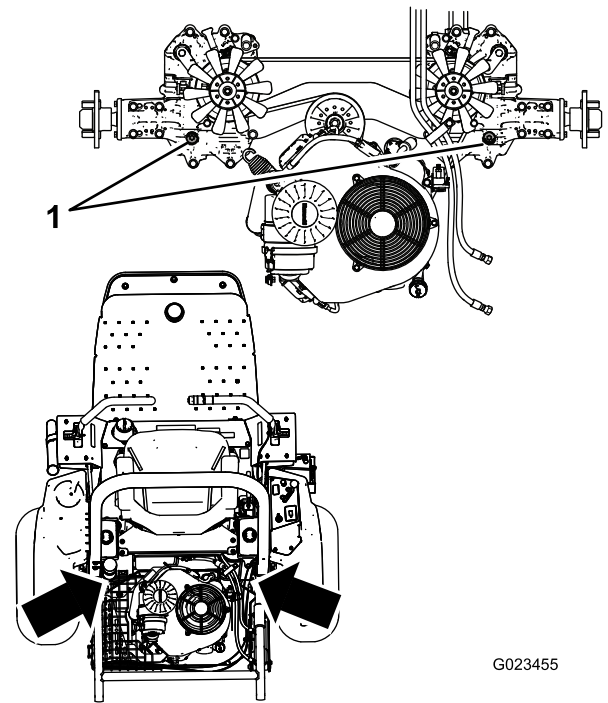

Figura 73
**Nota:** Per consentire al fluido di scorrere più rapidamente all'interno dell'impianto idraulico, potete rimuovere il tappo (Figura 73) sulla parte superiore di ciascuna trasmissione idrostatica. Quando il fluido inizia a defluire dal foro, montate il tappo e continuate a rabboccare il serbatoio fino a che il fluido raggiunge il livello corretto.